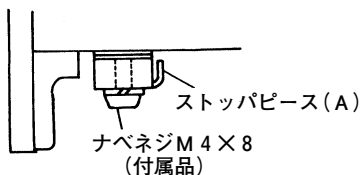

図 8
ベースを取りはずして使用する場合には、付属のネジで左図のようにストッパピース (A) を固定して使用します。(図 8)